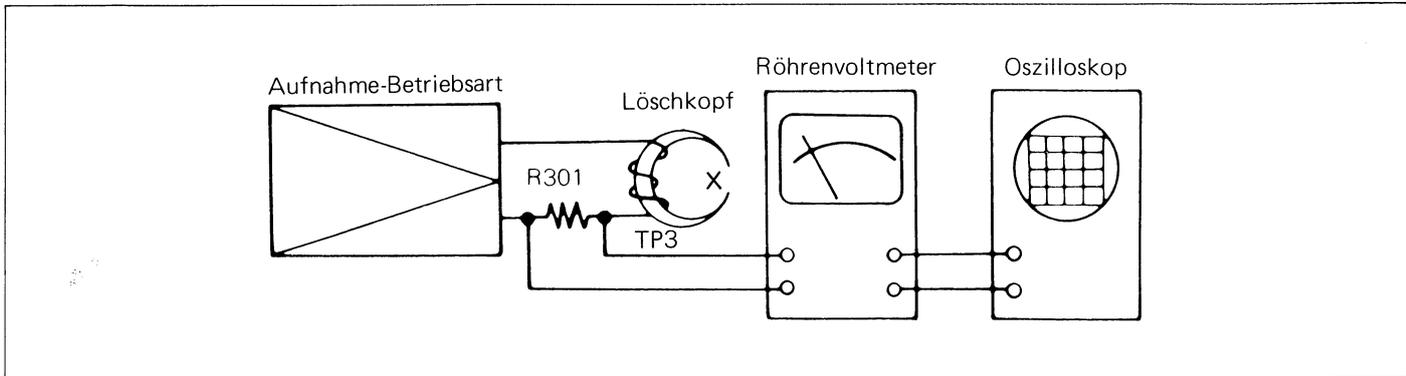

Abbildung 12-1
■ **ÜBERPRÜFEN DES AUFNAHMEVERSTÄRKER-LÖSCHSTROMS** (Siehe Abbildung 12-1.)